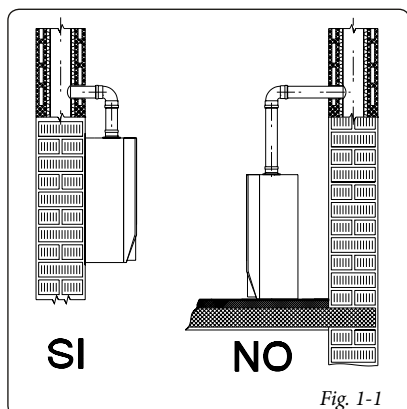

Fig. 1-1
• Norme di installazione: queste caldaie non sono state assolutamente progettate per installazioni su basamenti o pavimenti (Fig. 1-1), ma per installazioni a parete. La parete deve essere liscia, priva cioè di sporgenze o di rientranze tali da consentire l'accesso dalla parte posteriore. L'installazione della caldaia sulla parete deve garantire un sostegno stabile ed efficace al generatore stesso. *I tasselli (forniti di serie) nel caso sia presente una staffa di sostegno o dima di fissaggio a corredo della caldaia vanno utilizzati esclusivamente per fissare la medesima alla parete;* possono assicurare un adeguato sostegno solo se inseriti correttamente (secondo le regole della buona tecnica) in pareti costruite con mattoni pieni o semipieni. In caso di pareti realizzate con mattoni o blocchi forati, tramezzi di limitata staticità, o comunque di murature diverse da quelle indicate, è necessario procedere ad una verifica statica preliminare del sistema di supporto. Le caldaie devono essere installate in modo tale da evitare urti o manomissioni.